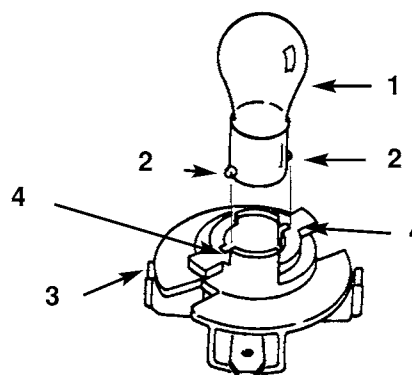

Bild 19
drehen, bis sie den Anschlag erreicht (ca.  $\frac{1}{4}$  Umdrehung), dann die Birne aus der Fassung entfernen (Bild 19).
1. An beiden Seiten ihrer Unterseite hat die Birne Metallstifte. Diese mit den Auskerbungen in der Birnenfassung abstimmen und die Birne in die Fassung eindrücken (Bild 19). Die Birne unter Druck im Uhrzeigersinn bis zum Anschlag drehen.